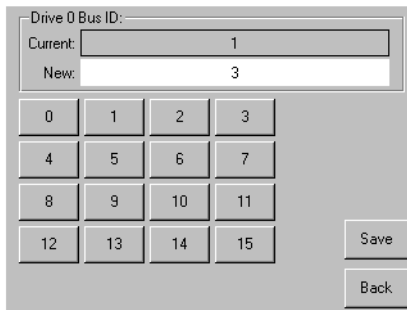

Abbildung 3-2. Bildschirm für die Bus-ID für Laufwerk 0
- a. Wählen Sie das Feld neben der Anzeige „Drive 0 Bus ID“. Der Bildschirm für die Bus-ID für Laufwerk 0 wird angezeigt (siehe Abbildung 3-2). Dieser Bildschirm zeigt die aktuelle Bus-ID für Laufwerk 0 zusammen mit dem neuen angeforderten Wert an.